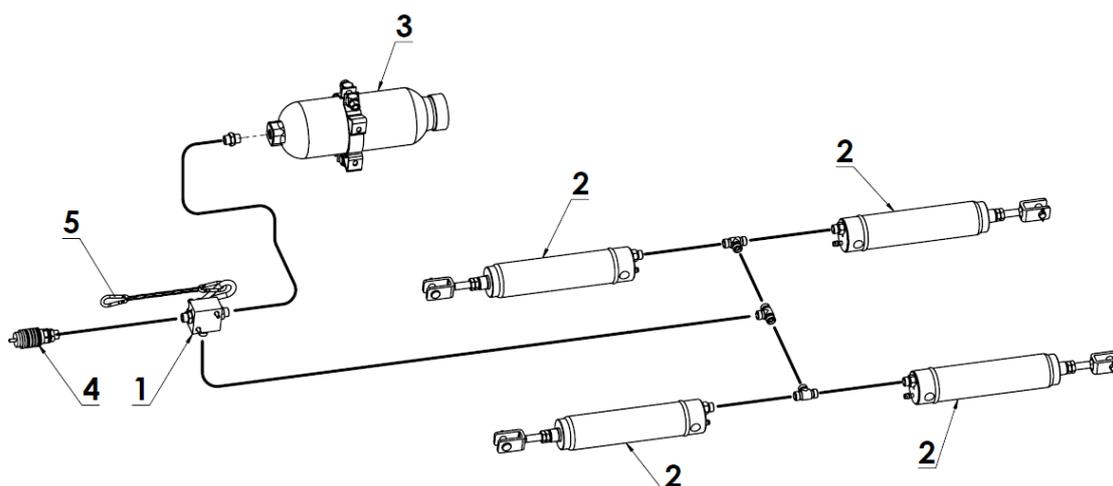

Рисунок 11-й 1-проводная гидравлическая тормозная система - навозоразбрасыватели N267, N267/1:
- 1-проводная гидравлическая тормозная система N267, N267/1 (рисунок 11),